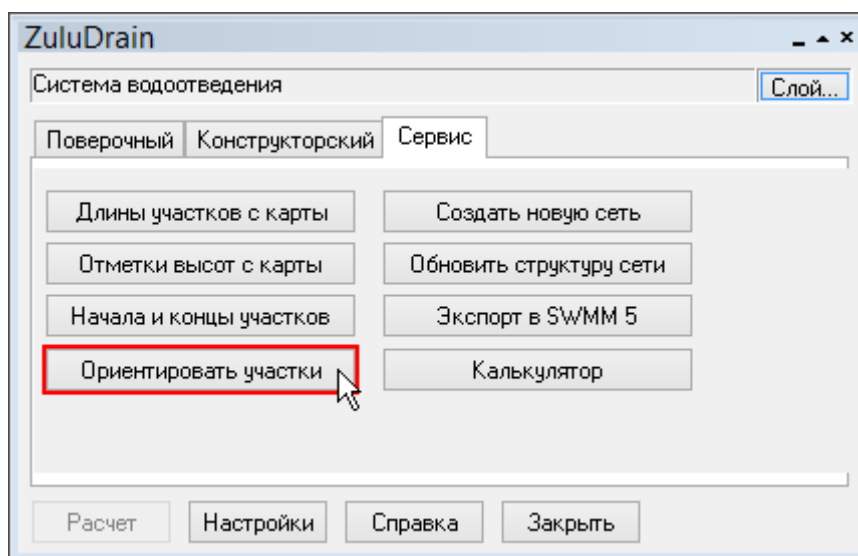

Рисунок 89. Ориентирование участков
3. Перейдите на вкладку *Сервис*. (см. Рисунок 89, «Ориентирование участков»)